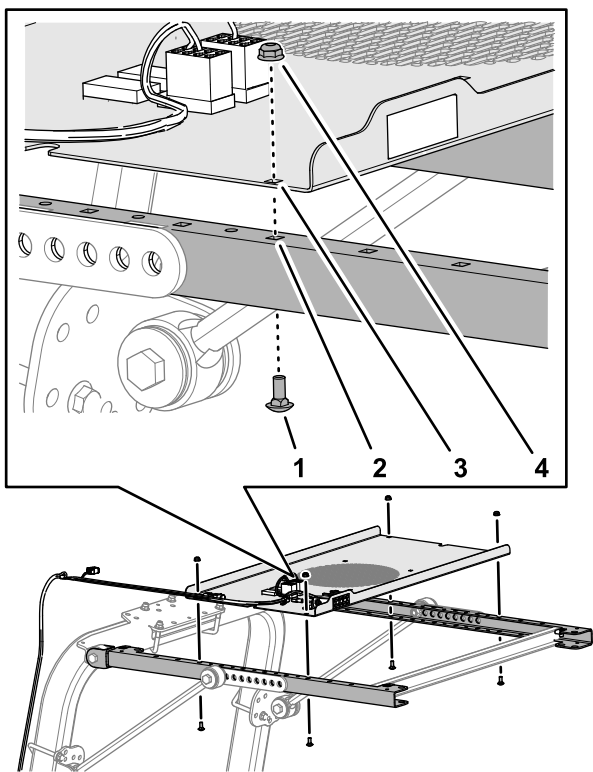

Figura 6
1. Allineate i fori quadrati del pannello interruttori con i fori quadrati nelle 2 canaline del telaio laterale del parasole come mostrato nella (Figura 6).
- Montate il pannello interruttori sulle canaline del telaio laterale (Figura 6) con i 4 bulloni a testa tonda e i 4 dadi.